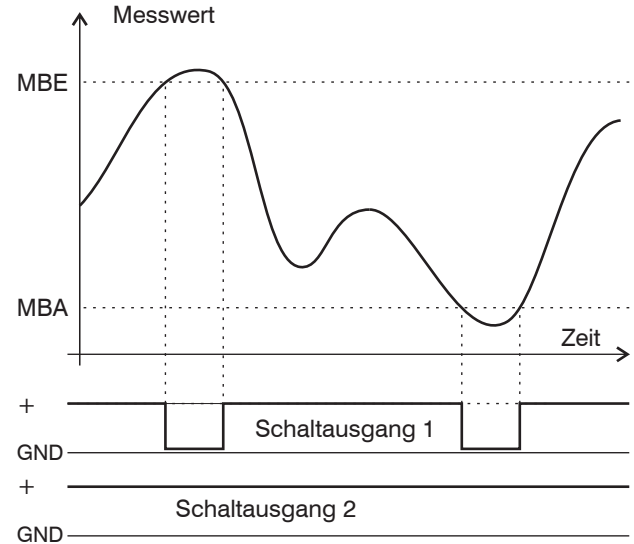

Abb. 27 Signalverlauf der Schaltausgänge in der Betriebsart „Sync error“ und „Trigger error“
- das Messobjekt außerhalb des Messbereiches liegt, siehe Abb. 27,